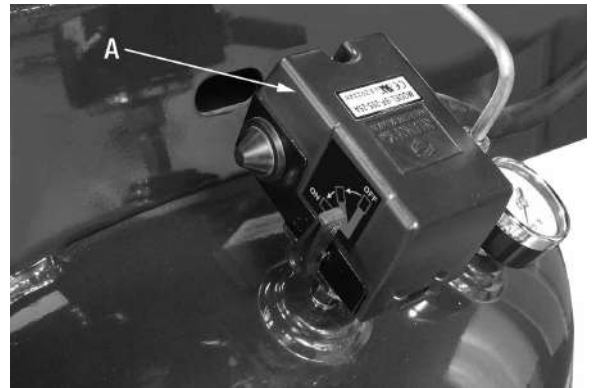

FIGURE 3
- 1) Assurez-vous que le levier du manostat (A) Fig.3 est à la position "OFF".